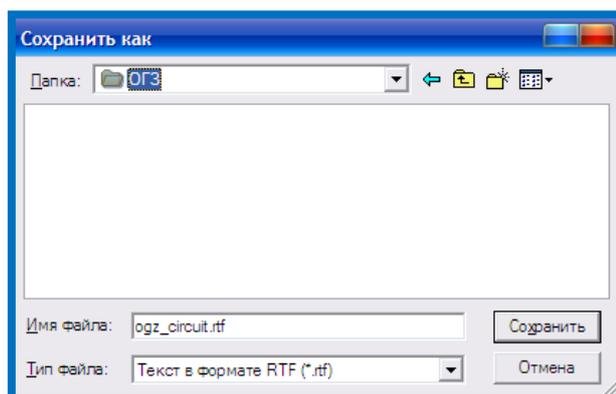

Рисунок 20 – Сохранение ведомости решения ОГЗ - цепочка
5. Сохраните ведомость в файл с расширением *.rtf, чтобы была возможность открыть его в текстовом редакторе MS Word. Это необходимо для редактирования и лучшей компоновки отчетных бригадных материалов (Рис. 20, 21).